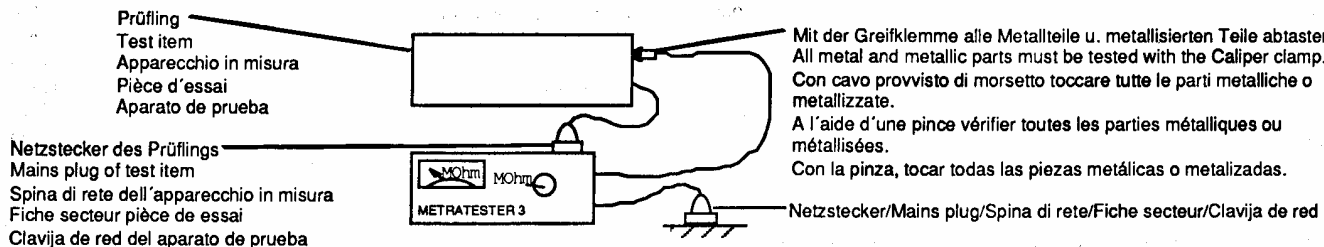

Fig. 1
Meßzeit:  $\geq 1 \text{ s}$  (Fig. 1)
Measuring time:  $\geq 1 \text{ s}$ , (Fig. 1)
**Observations:** L'isolation des appareils de la classe II, de part leur conception (résistance de décharge), peut être inférieur à  $< 2 \text{ M}\Omega$ , (Fig. 1).
Tempo di misura:  $\geq 1 \text{ s}$  (Fig. 1).